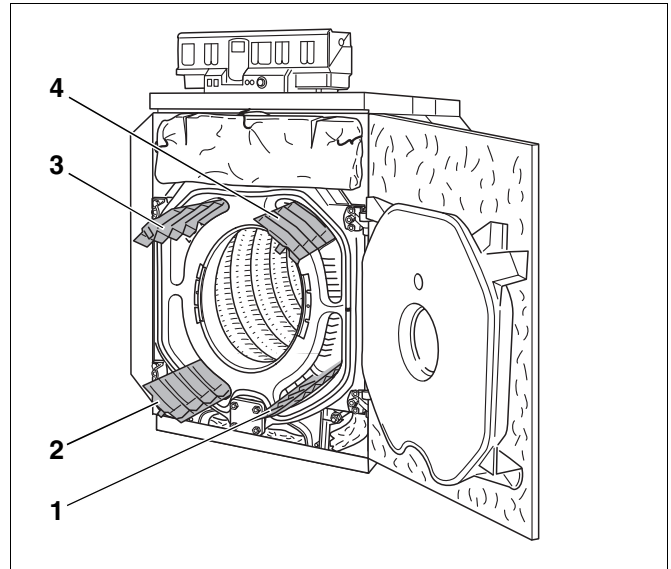

Abb. 72 Heizgaslenkplatten entnehmen
- Heizgaslenkplatten nach vorne aus den Heizgaszügen entnehmen (Abb. 72, **Pos. 1** bis **4**).